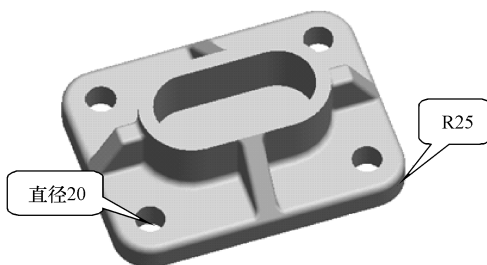

图 7-130 筋和圆角特征
(4) 打开“\习题\第7章\xiti7-2-4.prt”，根据所给模型创建如图 7-130 所示的模型，厚度为 15，所有圆角都是 R3，其余尺寸自定。